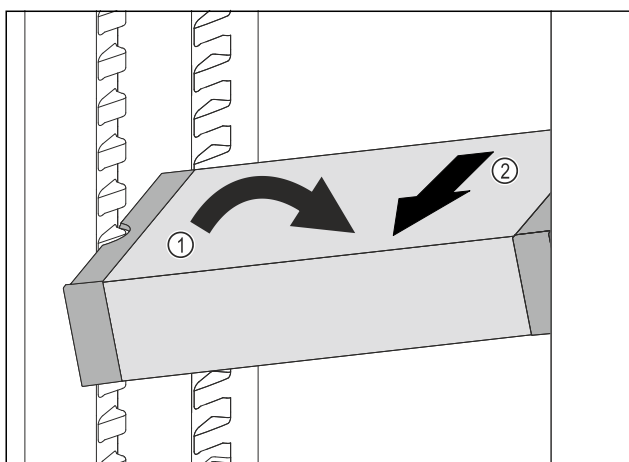

Fig. 109
- Ställ VarioSafe snett i kyldelen. Fig. 109 (1)
- Dra VarioSafe framåt för att ta ut den. Fig. 109 (2)